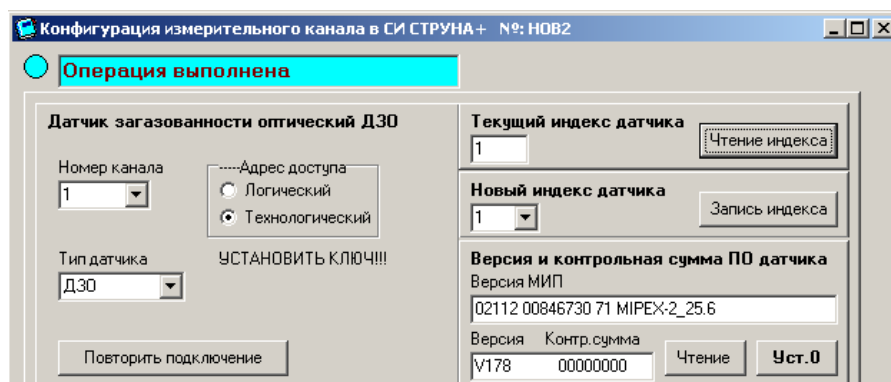

Рисунок 5.35
5.6.5.8 Аналогично п. 5.6.5.6 выбрать тип датчика ДЗО и установить магнитный ключ к КИ канала 1. Нажать на кнопку «Чтение». В результате при верной установке ключа на верхнем табло появится надпись «Операция выполнена» и справа версия ПО и контрольная сумма (рисунок 5.35). Нажать на кн. «Чтение индекса». Под надписью «Текущий индекс датчика» должно появиться значение «1» (рисунок 5.35). Если текущее значение индекса адреса ДЗО не равно 1, то установить параметр «Новый индекс датчика» равный 1 и нажать на кнопку «Запись индекса».